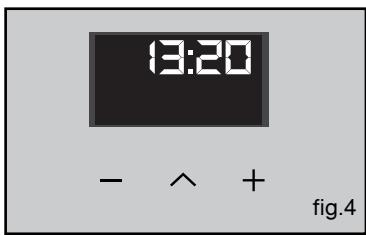

fig.4
- Una vez más, mostrando el horno está en funcionamiento es posible entonces a la cocina (Fig. 4).